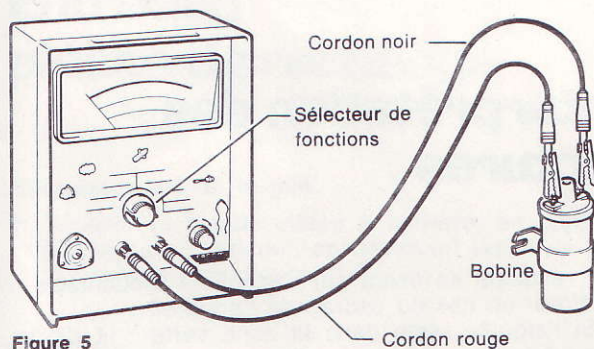

Figure 5
- Raccorder les deux cordons de mesure avec leurs pinces « crocodile » à l'appareil X 525 (figure 5).
- L'élément à mesurer, s'il est monté sur le véhicule, doit être déconnecté de tous ses fils. Lui raccorder les deux cordons de mesure au moyen des pinces « crocodile » (figure 5).